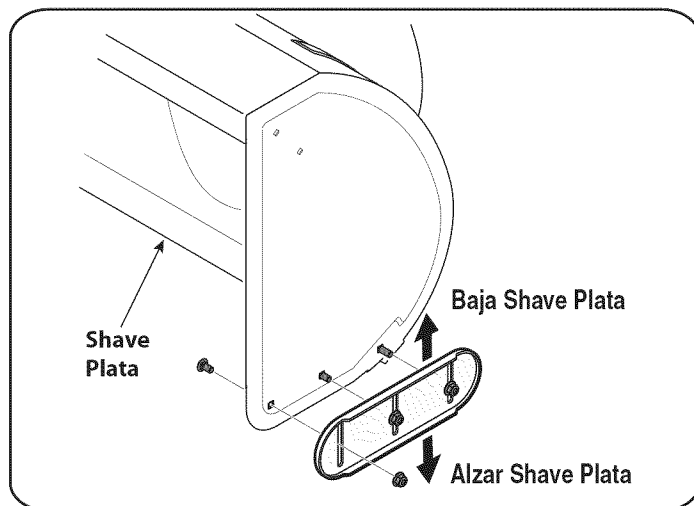

Figure 11
4. Mire debajo del panel de la manija para verificar que todos los cables (de dirección, de la barrena y de transmisión) estén colocados correctamente y no estén apretados ni torcidos. Asegúrese de que los resortes del extremo inferior de la barrena y los cables de la transmisión estén enganchados firmemente en el respectivo soporte del accionador. Vea la Fig. 11.